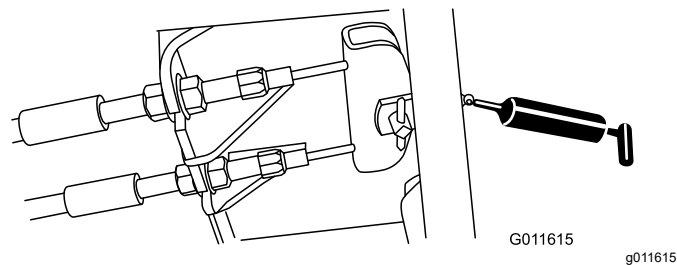

Figura 71
- Pedal do travão (1) – Figura 71